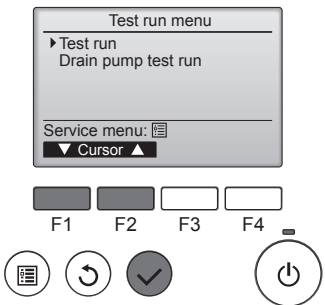

Fig. 8-2
- Selecione "Test run" (Modo prueba) desde el menú Modo prueba, y pulse el botón [ACEPTAR]. (Fig. 8-2)